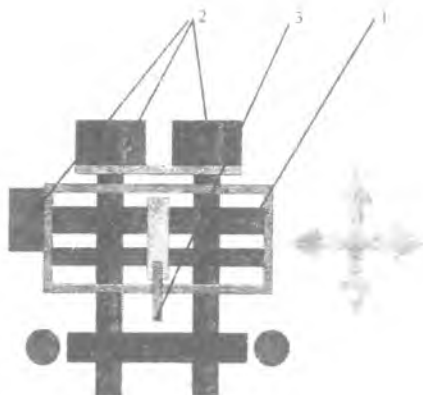

Рис. 3. Упрощенная схема платформы
Подвижная платформа (1) (рисунок 3), приводимая в движение шаговыми приводами (2), обеспечивает установку контрольного штыря (3) напротив любого контакта испытуемого разъёма. За величину усилия сочленения или расчленения принимают среднееарифметическое результатов пяти последовательных измерений (ГОСТ 23784-98).